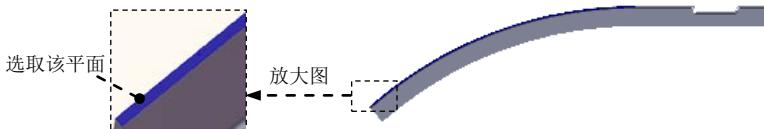

图 14.2.20 定义镜像基准面
(1) 选择命令。选择下拉菜单 **插入(I)** → **阵列/镜向(E)** →  **镜向(M)...** 命令。
(2) 定义镜像基准面。选取图 14.2.20 所示的面作为镜像基准面。
(3) 定义镜像对象。选择整个模型实体作为镜像 1 的对象。
(4) 单击 按钮，完成镜像 1 的创建。